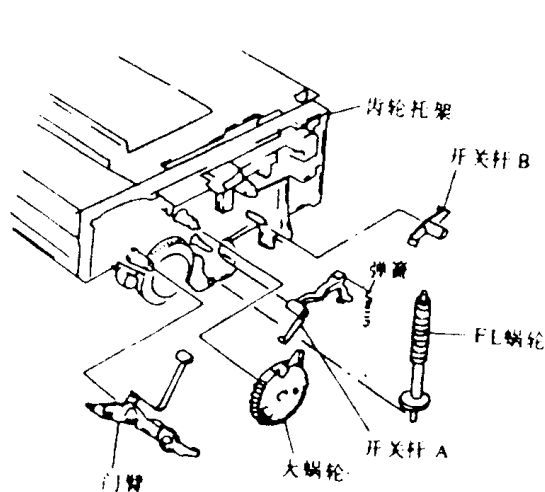

图 1-21
②取下侧板。
(2) 拆卸 FL 蜗轮、门臂、大蜗轮、开关杆 A 及 B
步骤: ①拉出 FL 蜗轮。如图 1-21 所示。
②拉出门臂。
③拉出大蜗轮。
④拆卸开关杆 A 和齿轮托架之间的弹簧。
⑤拉出开关杆 A 和开关杆 B。